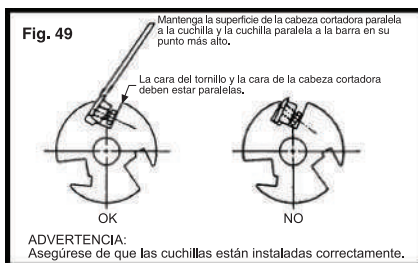

Fig. 49
**NOTA:** Las cuchillas quedarán instaladas correctamente como se muestra en la Fig.49.